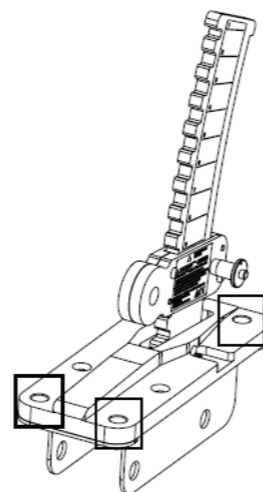

図4. ブラケットからネジの取り外し
1. フレームブラケットとグラウンドスタックブラケットのベース部を固定している4本のネジを外します。図4を参照してください。